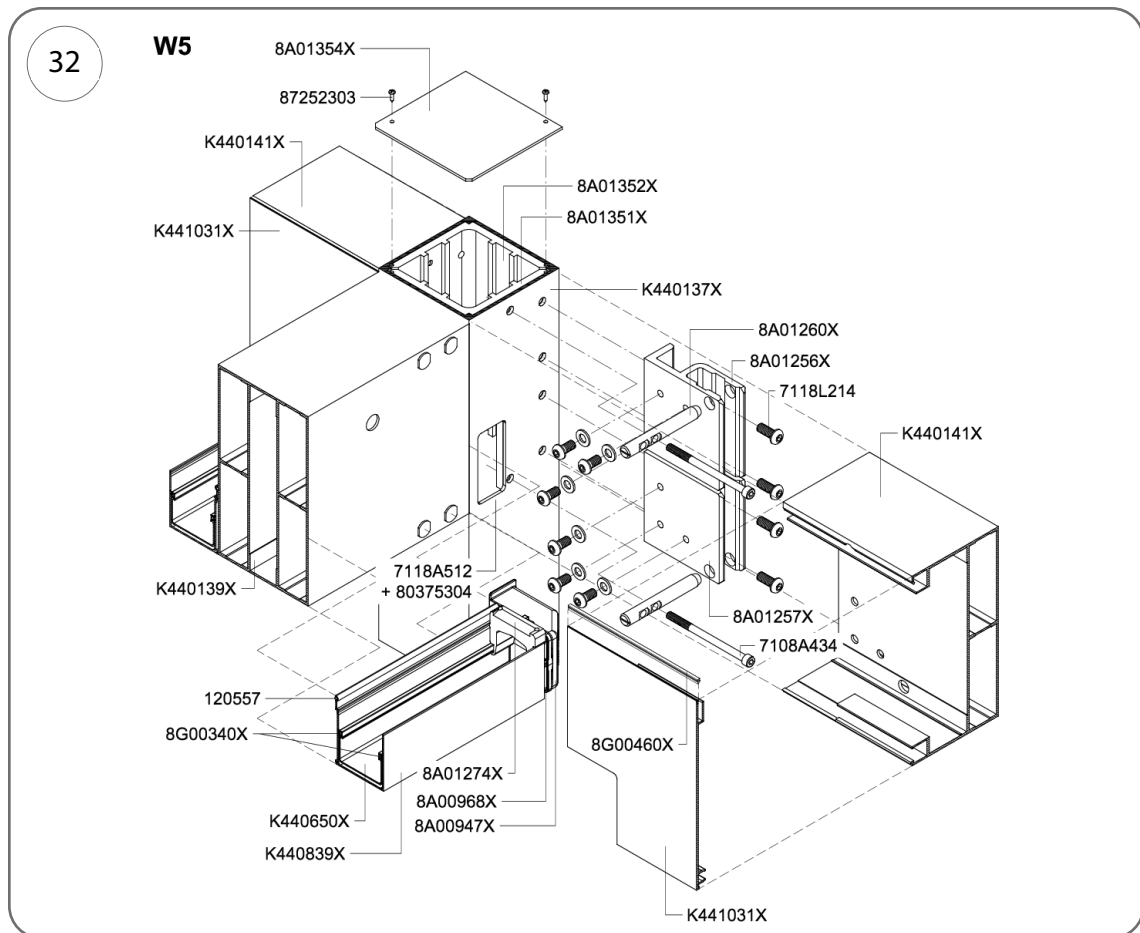

Рис. 32
3. Просуньте гвинти (кат. № 7108A434) (M8 x 120 мм) через отвори в штирях 8A01260X і вкрутіть їх у бічну частину з'єднувачів проміжних колон 8A01351X та 8A01352X у випадку вузла W5 з проміжним кроквом (рис. 32), або просуньте болти (кат. № 7108A434, M8 x 120 мм) через отвори в штирях 8A01260X і вкрутіть їх у бічну частину з'єднувача проміжної колони 8A0101258X у випадку вузла W6 з проміжною обрешіткою (рис. 33).